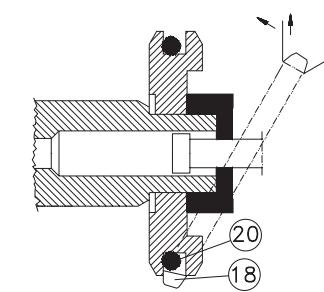

Fig. 7
F. Mount the O-ring (20) and then the sealing ring (18) as shown in fig 7. In order not to damage the ring use 2 plastic strips to pull the ring to the right place.
G. Mount the O-rings (66) on nipples for the pilot connection. Mount the nipples (68) with the gaskets (67), tighten 30-35 Nm.
F. Monter O-ringene (20) og derefter tætningsringen (18) som vist på fig. 7. Undgå at beskadige ringen ved at anvende 2 plasticstrimler til at trække ringen på plads.
G. Monter O-ringene (66) på niplerne til pilotforbindelserne. Monter så niplerne (68) med pakningerne (67), spænd med 30-35 Nm.
F. Montieren Sie den O-ring (20) und danach den Dichtungsring (18), siehe hierzu Abb. 7. Verwenden Sie 2 Plastikstreifen um den Ring an die richtige Stelle ziehen, damit Sie den Ring nicht verletzen.
G. Montieren Sie die O-ringe (66) auf die Nippel für den Pilotanschluß. Die Nippel (68) mit den Dichtungen (67) montieren, 30-35 Nm anziehen.